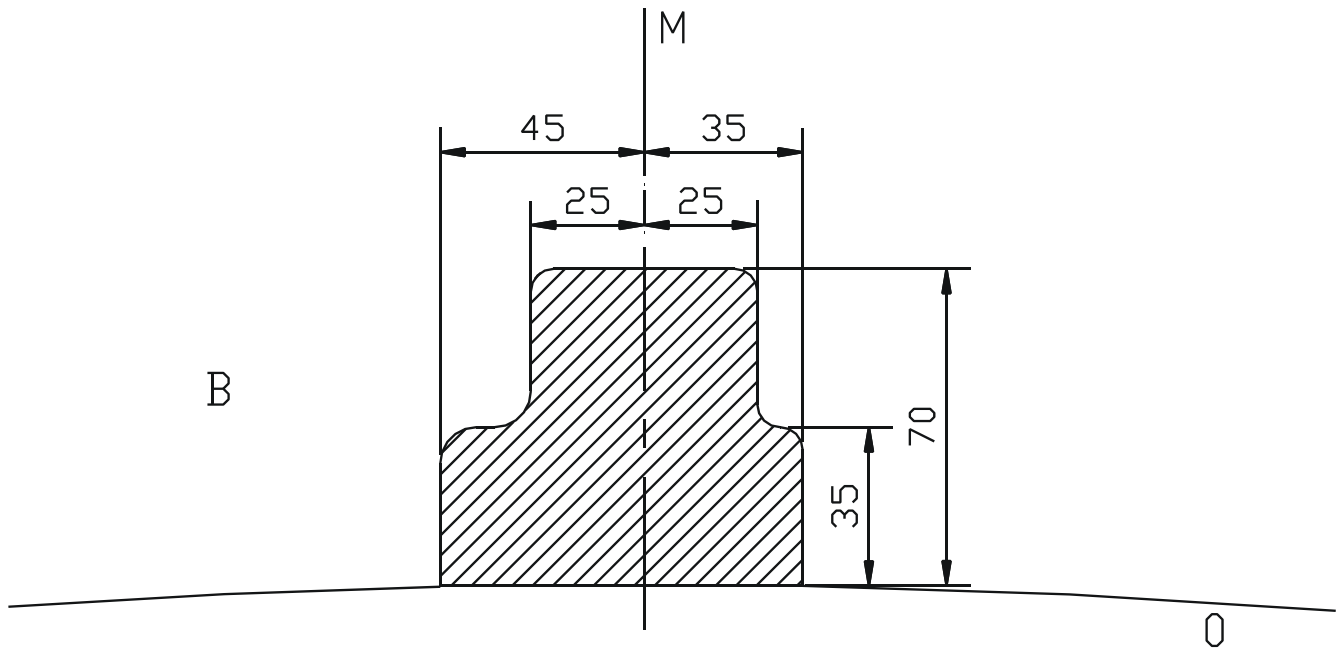

Fig.1
- 2) Placer les plaques (3) à gauche et (4) à droite par les trous libérés derrière du véhicule de sorte que les points (A), (B) et (C) s'adaptent aux forages prévus du côté inférieur et extérieur de la poutre du châssis. Placer les plaques de montage (1) à gauche et (2) à droite avec (A) contre le côté inférieur et (B) et (C) contre l'extérieur de la poutre du châssis sur les forages prévus, insérer les boulons et les rondelles sans serrer.
- 3) Placer l'attelage avec les points (D) entre les deux plaques de montage et insérer les boulons, bien visser le tout (cfr. tension).
- 5) Faire une découpe du côté inférieur du pare-chocs selon figure 1, remonter le pare-chocs sur le véhicule.
- 2) Place plates (3) at the left and (4) at the right through the liberated openings at the back of the vehicle so that points (A), (B) and (C) match the provided drillings in the underside and outside of the chassis beam. Place mounting plates (1) at the left and (2) at the right with (A) against the underside and (B) and (C) against the outside of the chassis beam on the provided drillings, insert the bolts and the washers without tightening.
- 3) Place the tow bar with points (D) between both mounting plates and insert the bolts, tighten all bolts firmly on (see tension).
- 5) Make an incision in the underside of the bumper according to figure 1., re-assemble the bumper on the vehicle.